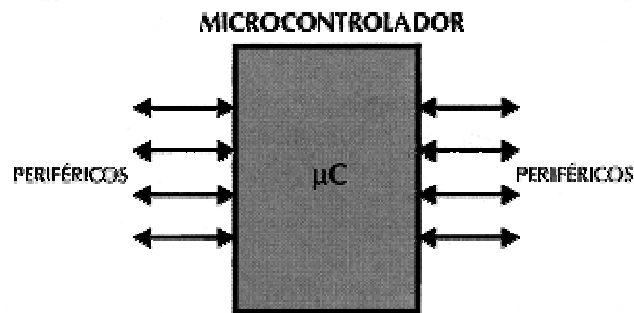

Figura 7.2. . El microcontrolador es un sistema cerrado.
*El microcontrolador es un sistema cerrado. Todas las partes del computador están contenidas en su interior y sólo salen al exterior las líneas que gobiernan los periféricos, figura 7.2.*